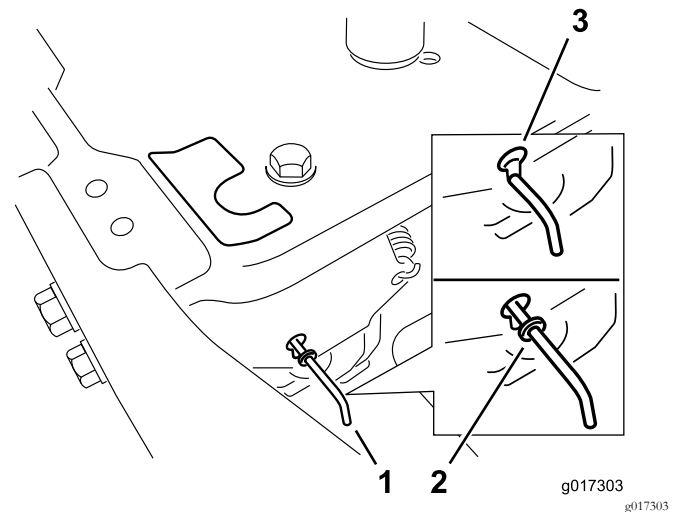

Figura 25
4. Mueva las palancas de desvío hacia delante a través del orificio y hacia abajo para bloquearlas en esa posición (Figura 25).
Mueva las palancas de desvío hacia atrás a través del orificio y hacia abajo para bloquearlas en esa posición, según se muestra en Figura 25.